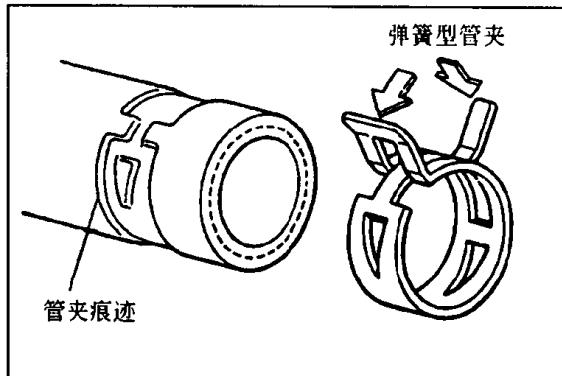

图 1-5
(4)对于弹簧型管夹,在安装后朝图 1-5 箭头方向额外用力进行调整。